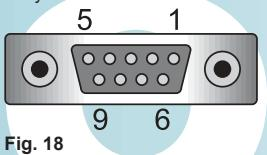

Fig. 18
- El inversor SunEzy está equipado de serie con una interfaz RS232, gracias a la cual se puede acceder a los datos del inversor desde un PC, mediante el software SunEzy Control suministrado. Para efectuar dicha conexión, retirar la tapa RS232 situada en la cara inferior del aparato. Se trata de una toma DB9 (**Fig. 18**) cuyos pines tienen las funciones indicadas en la tabla adjunta.